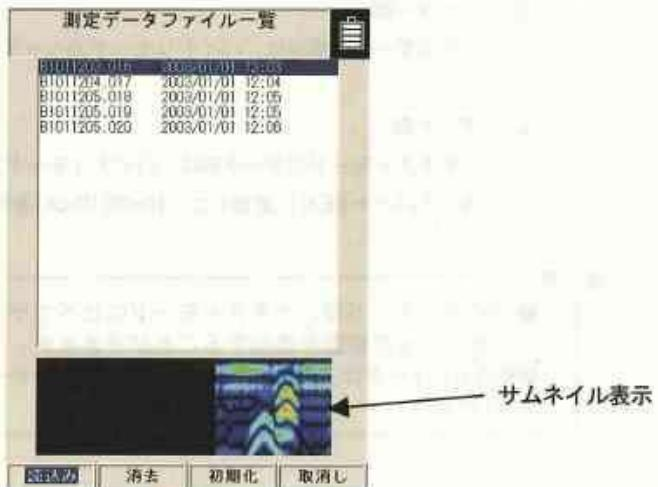

図 3-17 CF 制御画面
**12 CF** ボタンを押すと画面が図 3-17 に示す CF 制御画面に移り、データが保存されたかを確認することができます。また、この画面では、保存したデータのサムネイル表示、読み込み、消去、コンパクトフラッシュの初期化を行うことができます。詳しくは、「3.7 項 CF 制御画面について」を参照してください。
CF 制御画面においてカーソル **▲▼キュー** でファイルを選択すると、探査結果をサムネイル表示部に簡易的に表示します。 (図 3-17 参照)